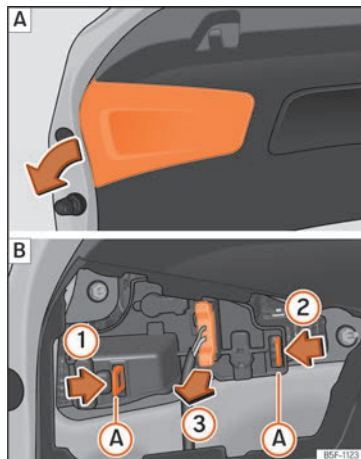

Fig. 65 Retirar la cubierta del portón trasero y desmontar el portalámparas. »»
- Retire la tapa del portón en la dirección de la flecha »» fig. 65 [A].
- Desbloquee las lengüetas de fijación (A) del portalámparas, siguiendo la dirección de las flechas (1) y (2) »» fig. 65 [B].
- Extraiga el portalámparas de su sitio en el sentido de la flecha (3) »» fig. 65 [B].
- Vuelva a colocar el portalámparas comprobando que los clips de fijación (A) »» fig. 65 [B] estén correctamente sujetos.